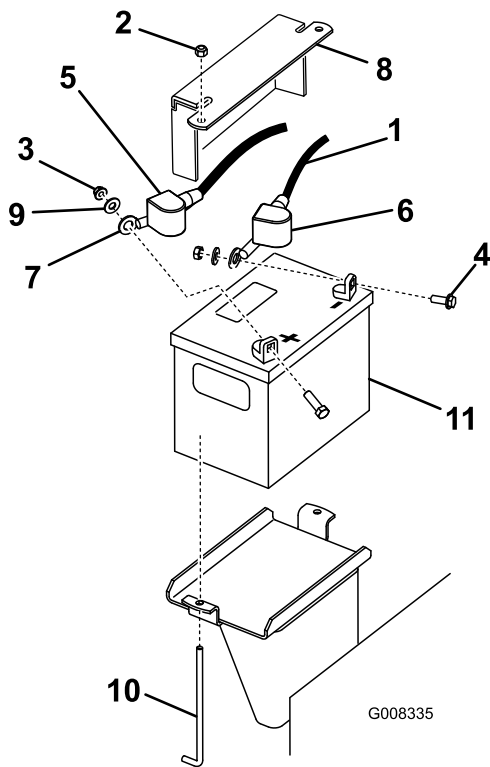

Рисунок 49
3. Снимите с отрицательного кабеля черный резиновый чехол. Отсоедините отрицательный кабель от отрицательной (-) клеммы аккумуляторной батареи (Рисунок 49).
- Снимите с положительной клеммы аккумулятора красный чехол. Затем снимите положительный (красный) кабель (Рисунок 49).
- Снимите прижим, крючковые болты и контргайки, которые крепят аккумулятор (Рисунок 49). Снимите аккумулятор.
- Используя ранее снятые крепежные детали, подсоедините положительный (красный) кабель к положительному (+) штырю аккумулятора (Рисунок 49).
- Используя ранее снятые крепежные детали, подсоедините отрицательный (черный) кабель к отрицательному (-) штырю аккумулятора (Рисунок 49).
- Прикрепите аккумулятор, используя планку и барашковые гайки (Рисунок 49).